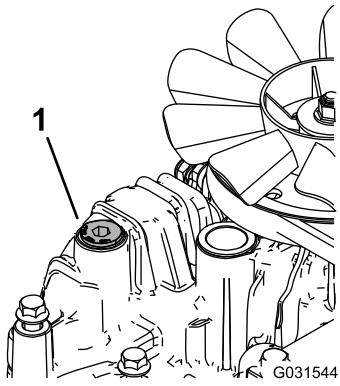

Figure 86
- Desserrez le bouchon d'aération de chaque transmission de sorte qu'il soit lâche et puisse bouger (Figure 86).